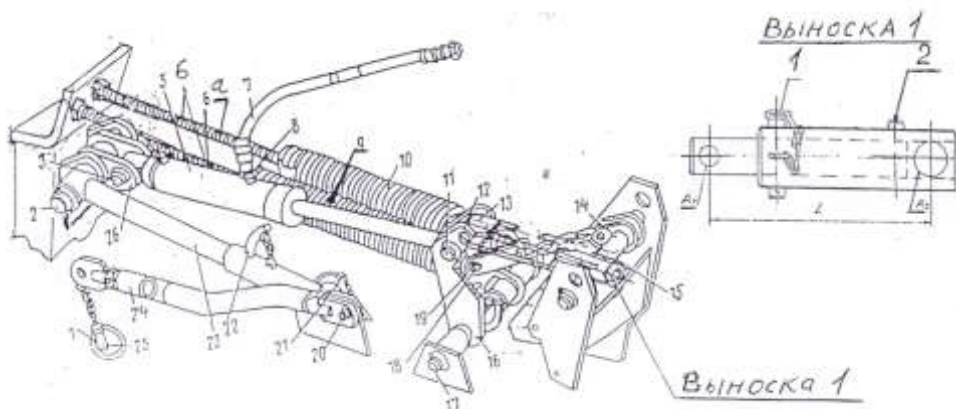

Рис. 10 Механизм уравновешивания и гидрооборудования
5.3.4.Регулирование механизма уравнивания режущего аппарата (рис.10).
5.3.6. Регулирование транспортной тяги (рис.10).
- 6.5.** Штырь 22 (рис.10) телескопического стопорного устройства должен быть вынут из отверстия.
- 6.11.** Только для КРН-2.1 с защитным кожухом. При работе на участках с уклоном необходимо ослабить натяжение пружин 9 с помощью шпилек 6 (рис.10), вынуть штырь из отверстия 2 (положение для работы на ровных участках (рис.10 выноска 1). После окончания работ зафиксировать штырь в отверстие 2 и подтянуть пружины 9